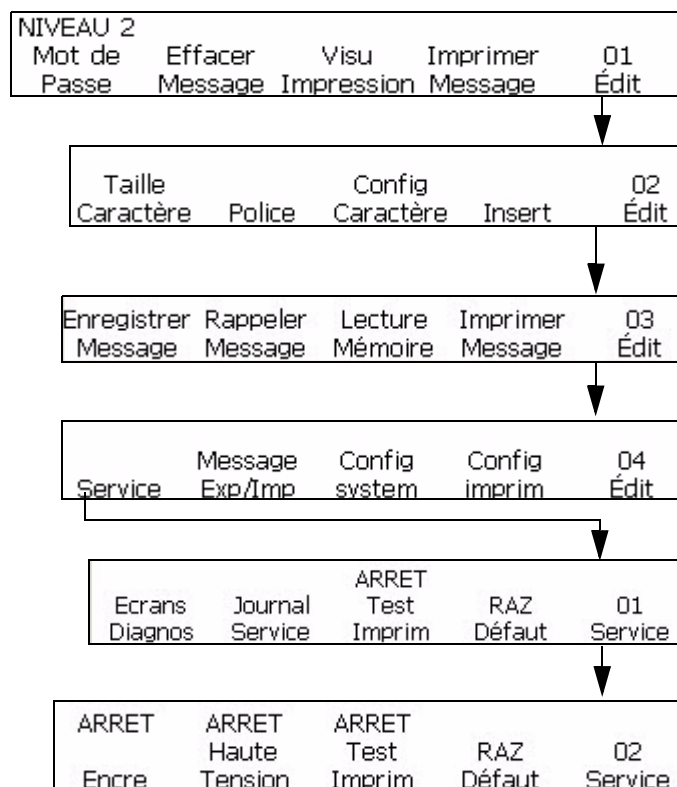

Figure 4-2: Cadre <02 Entretien>
- 1 Naviguez jusqu'à la fenêtre <02 Entretien>. Voir Figure 4-2 à la page 4-4.